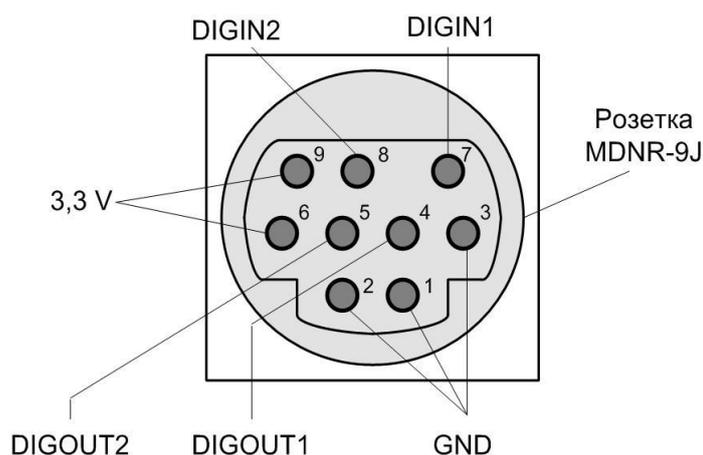

Рис. 3-5. Разъём SYNC крейтов LTR-EU, LTR-CU, LTR-CEU
Разъём SYNC имеет два цифровых входа DIGIN1 и DIGIN2, два цифровых выхода DIGOUT1, DIGOUT2, три контакта цифровой земли GND, два выхода 3,3 V питания внешнего устройства (рис. 3-5). У всех крейтов LTR-EU этот разъём имеет одинаковое назначение контактов и цоколёвку.
- разъём синхронизации "SYNC" (рис. 3-5).
- разъём синхронизации (кабельная часть разъёма синхронизации – в комплекте поставки кейта, п. 2.4), описание разъёма см. на рис. 3-5, табл. 3-3.
Разъём SYNC имеет два цифровых входа DIGIN1 и DIGIN2, два цифровых выхода DIGOUT1, DIGOUT2, три контакта цифровой земли GND, два выхода 3,3 V питания внешнего устройства. У всех кейтов LTR-EU этот разъём имеет одинаковое назначение контактов и цоколёвку (рис. 3-5, стр. 45).
- разъём синхронизации SYNC (кабельная часть разъёма синхронизации – в комплекте поставки крейта, п. 2.4), описание разъёма см. на рис. 3-5, табл. 3-3.
Тип, доколёвка и назначение контактов разъёма синхронизации SYNC полностью соответствует аналогичному разъёму крейтов LTR-EU, согласно рис. 3-5 и табл. 3-3 на стр. 45.